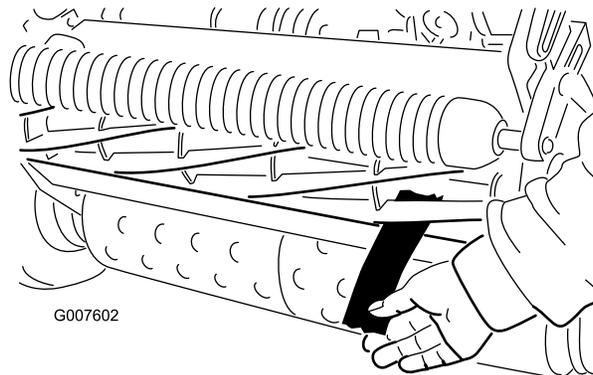

Figura 46
- 4. En cada extremo del molinete, desde delante, inserte una tira larga de papel de periódico entre el molinete y la contracuchilla (Figura 46). Gire el molinete lentamente hacia adelante, y al mismo tiempo gire en el
- 6. Cuando termine el ajuste, compruebe si el molinete 'pellizca' un papel cuando se inserta desde delante, y si corta el papel cuando se inserta en ángulo recto respecto a la contracuchilla (Figura 46). Debe ser posible cortar el papel con un contacto mínimo entre la contracuchilla y las cuchillas del molinete. Si se nota una resistencia excesiva del molinete (más de 0,79 Nm), será necesario afilar o amolar la unidad de corte para conseguir los filos necesarios para un corte de precisión (consulte el *Manual de afilado de molinetes de Toro*).